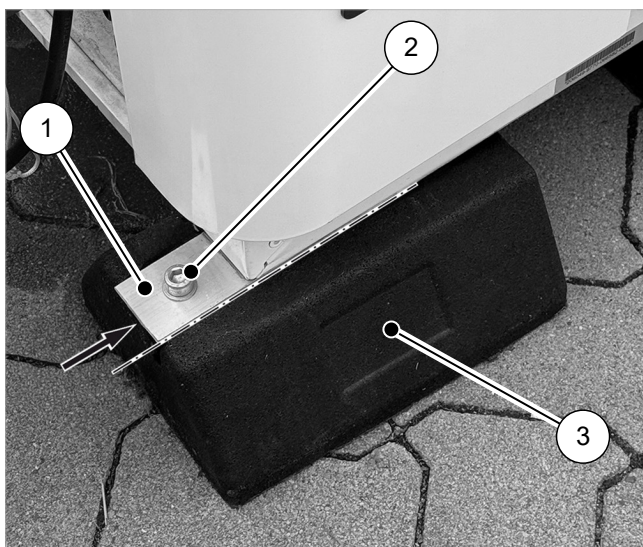

Fig. 12: Atornillar la bomba de calor en el amortiguador de vibraciones
5. Atornille un tornillo con arandela (2) en la tuerca ranurada correspondiente según → Fig. 12.
Alinear el amortiguador de vibraciones según → Fig. 12 de tal manera que la ayuda de montaje del amortiguador de vibraciones WP Lea tenga la mayor superficie de contacto posible con el carril del amortiguador de vibraciones. La cara vertical del amortiguador de vibraciones debe